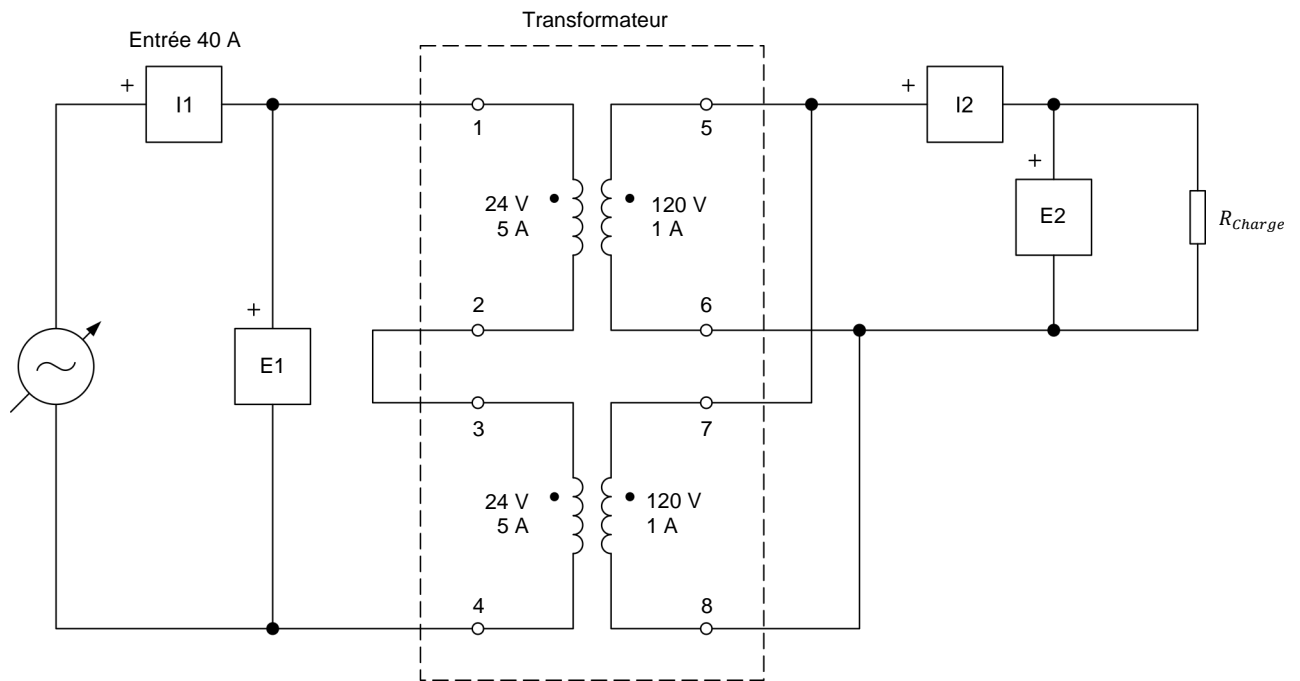

Figure 34. Transformateur élévateur connecté à une charge résistive.
26. Connectez l'équipement tel que montré dans la figure 34.
- 40.** À l'aide de deux modules de *Charge résistive*, modifiez la charge résistive dans le circuit de la figure 34 afin qu'il consiste de résistances en série. Cela double la tension pouvant être appliquée à la charge résistive, ainsi que la puissance dissipée par la charge résistive. Pour ce faire, connectez les trois sections de résistances de chaque *Charge résistive* en parallèle, connectez ensuite les deux modules de *Charge résistive* en série et réglez la résistance sur chaque *Charge résistive* à 60 Ω. La résistance totale de la charge résistive R_{charge} est donc égale à 120 Ω.